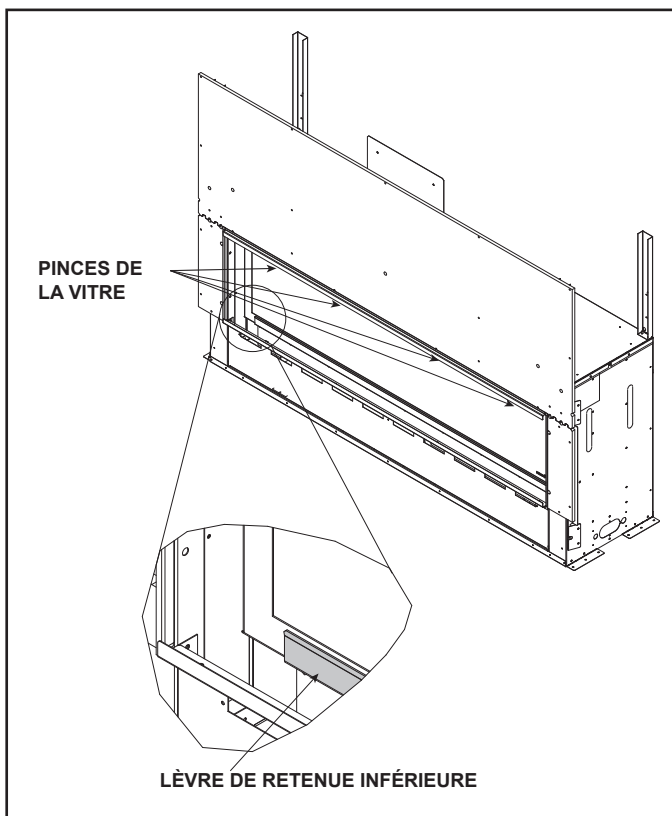

Figure 4.1 Panneau de verre fixe
3. Localisez les verrous de la vitre de l'appareil situés sur le bord supérieur de son cadre. Voir la figure 4.1.
4. Utilisez les deux index pour libérer les verrous à ressort. Voir la figure 4.1.